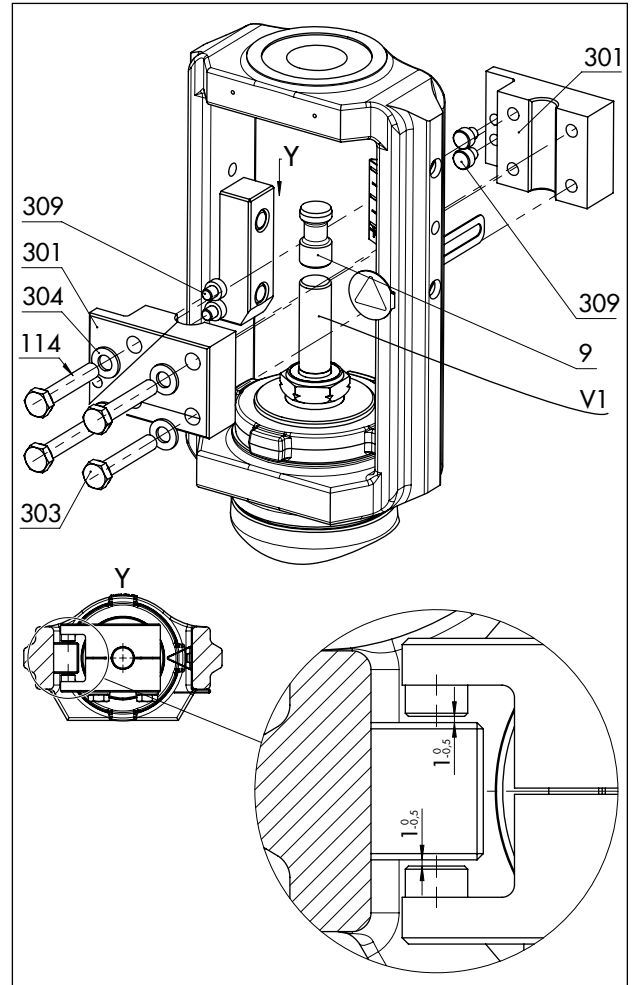

図 17: 回転対策治具アセンブリの概観（特殊仕様）
- スライドワッシャとヨークの接触面の間には、両側ともそれぞれ 0.5 ~ 1 mm の公称クリアランスがあります（図 17 の詳細表示 Y を参照）。